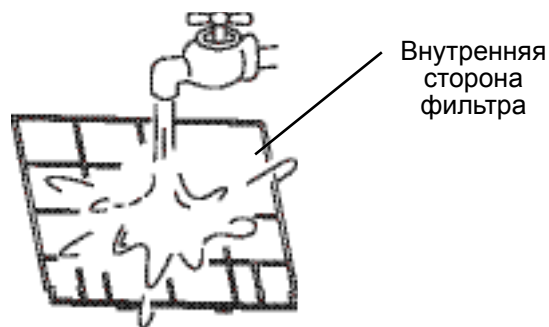

Рис.5
- Если вы чистите фильтры водой, внутренняя сторона фильтра должна быть направлена к вам (Рис. 5).